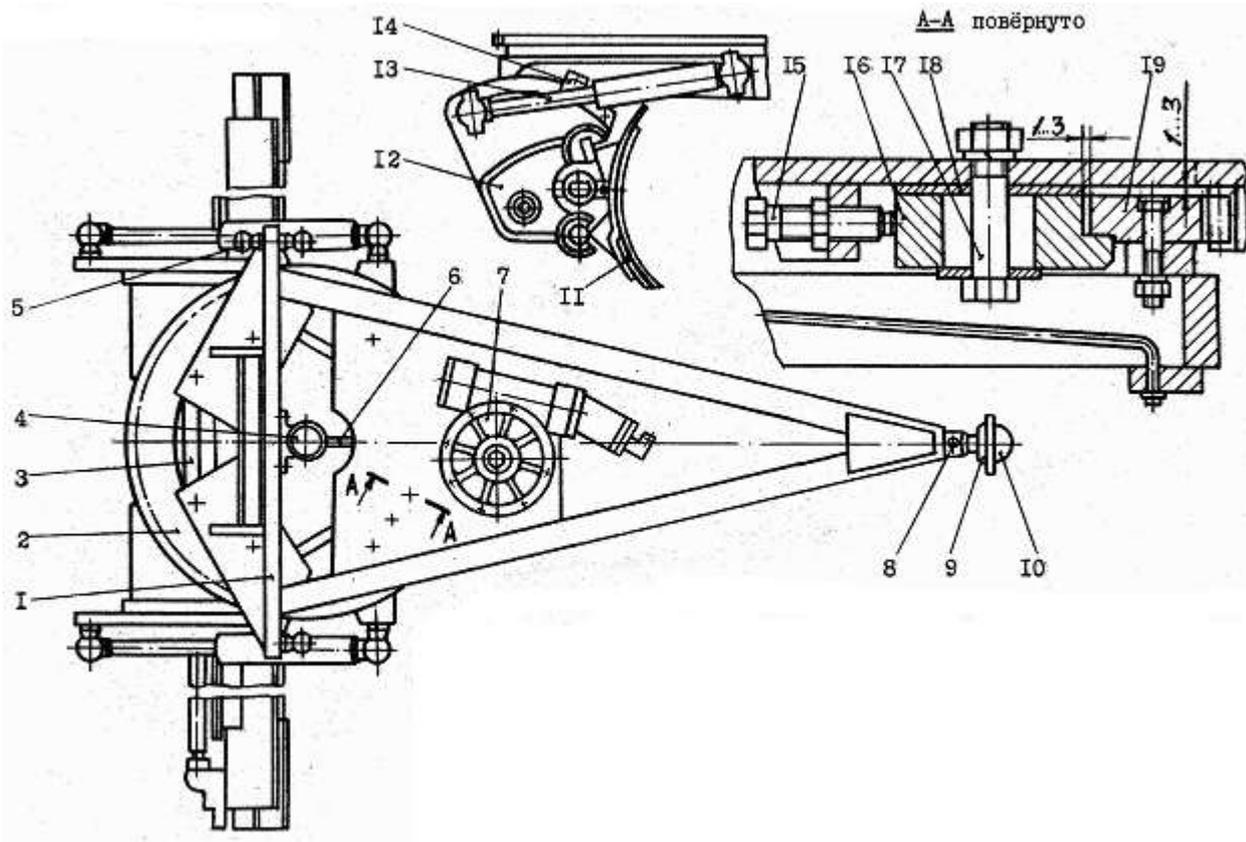

Рисунок 31 Рабочий орган – отвал
1.2.10.1 Основной рабочий орган - отвал (**рисунок 31**). Он состоит из трех крупных узлов: тяговой рамы 1, поворотного круга 2, отвала 11 и закрепленных на них агрегатов.